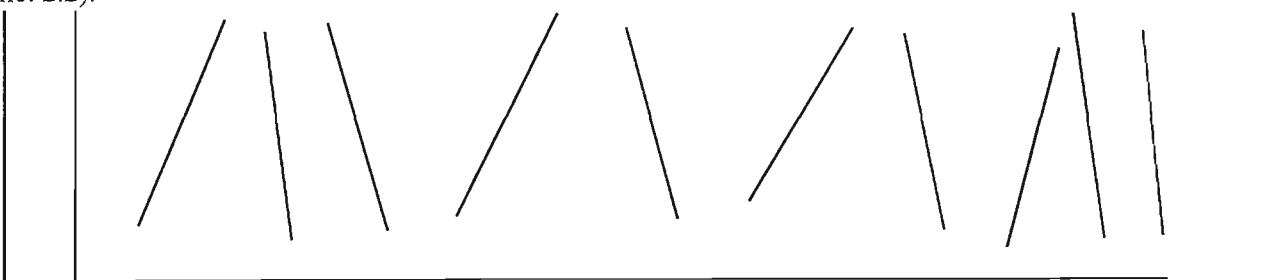

Рис. 2.2. Несвязанные (изолированные) отрезки прямых линий
2.2.2. Начертить 12 несвязанных отрезков, два отрезка вычертить в режиме **ORTHO** (ОРТО) (рис. 2.2).
Для вычерчивания отрезков (рис. 2.2) воспользуйтесь той же командой LINE (ОТРЕЗОК).
Укажите конечную точку второго отрезка, ориентируясь на рис. 2.2. Нажмите правую клавишу мыши и выберите из контекстного меню <Enter>.